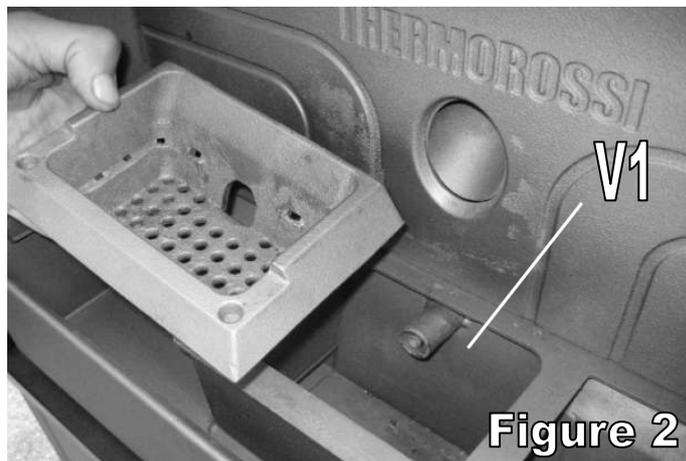

Figure 2
- Nettoyer par le compartiment **V1** la cendre (figure 2) : pour accéder au compartiment **V1** il suffit de relever le brasero **B** et le catalyseur **A** de leur logement.